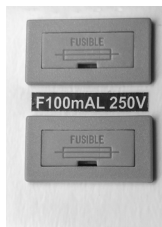

Fig. 2
- Fusibles: 2 x F250mAL 250V (largo 20 mm). (Ver Fig. 2)